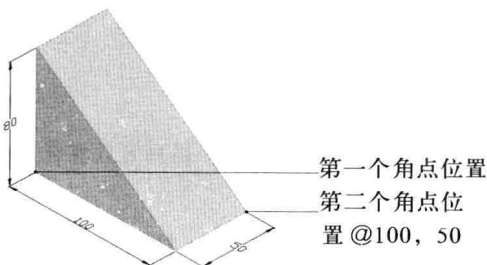
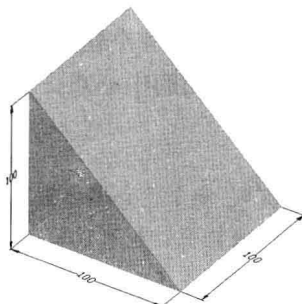

图 8-2-11
图 8-2-12
- (3) 命令行提示“指定其他角点或 [立方体(C)/长度(L)]”，输入“@100, 50”，按Enter键，指定了楔体底面对角点坐标位置。
- (4) 命令行提示“指定高度或 [两点(2P)]”，输入“80”，按Enter键，效果如图8-2-11所示。
- (5) 单击“楔体”按钮，在视图中单击，确定楔体底面一个角点的位置。
- (6) 命令行提示“指定其他角点或 [立方体(C)/长度(L)]”，输入“c”，按Enter键。
- (7) 命令行提示“指定长度”，输入“100”，按Enter键，效果如图8-2-12所示。